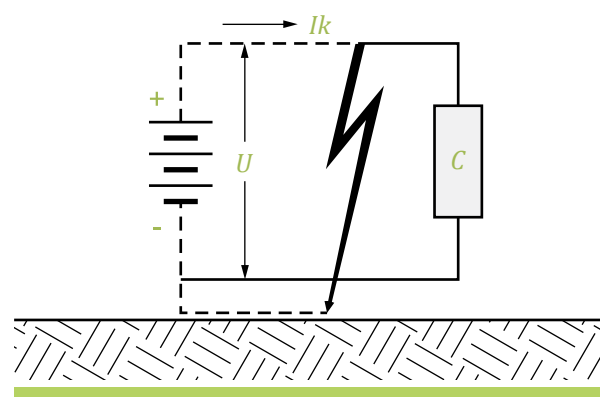

Figura 12
- » Segundo caso: En este caso (figura 12), el valor que adquiere la corriente de cortocircuito I_k no solo está influenciado por el valor de la tensión U , la resistencia de los cables involucrados, sino también por la resistencia del circuito que se forme por tierra.